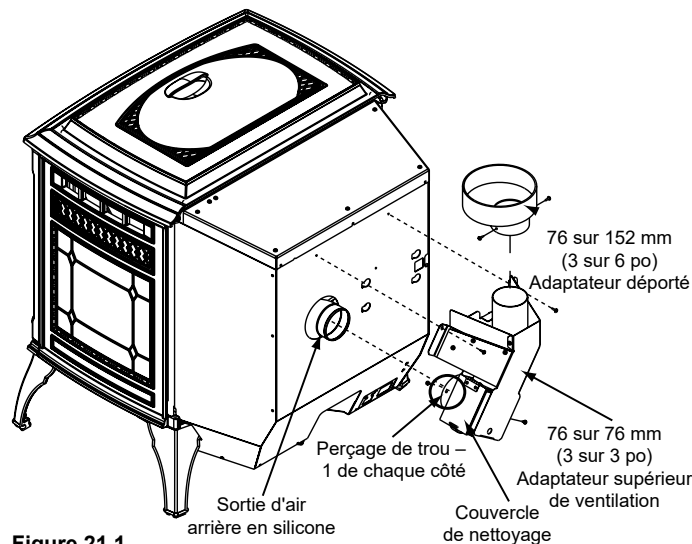

Figure 21.1
1. Enduisez la sortie d'air de 76 mm (3 po) d'une couche de silicone haute température. Ne pas mettre de silicone à l'intérieur du tuyau (**Figure 21.1**).